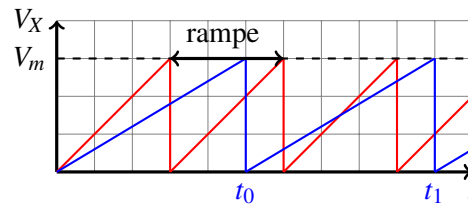

Figure 2: Tension en forme de dents de scie appliquée sur les plaques X.
- **Balayage** La tension appliquée sur les plaques X est une rampe linéaire d'équation $V_x = a \cdot t$, figure 2. Pour produire cette tension, un condensateur de capacité C est chargé avec un courant constant I. A partir des relations $dQ = CdV_x$ et $I = dQ/dt$, ou dQ est la charge, nous pouvons déduire que $a = I/C$.